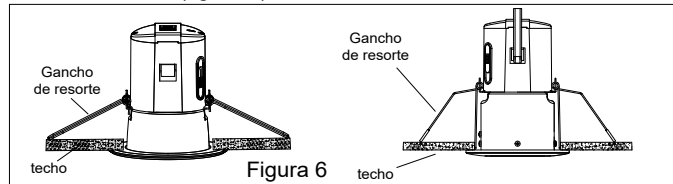

Figura 6
10. Continúe insertando la lámpara en la abertura a la vez que mantiene apretados los ganchos de resorte. Cuando los ganchos hayan ido algo más allá de la abertura, libérelos y lleve hacia arriba la lámpara hasta que se abran hacia abajo sobre la superficie interior del techo (figura 6).